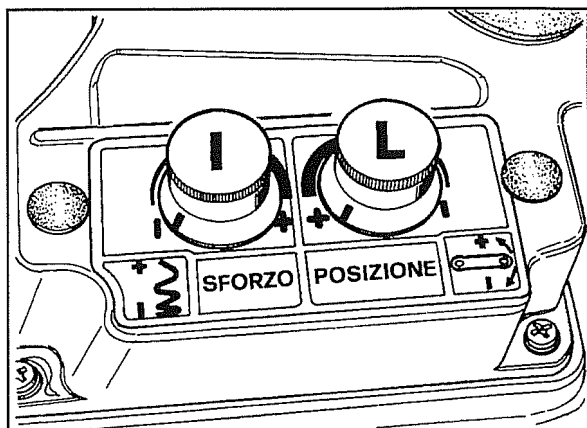

Fig. 51
- Independentemente das decalcomanias da fig.51 e 52, rodar os dois reóstatos **I-L** até ao fim de curso no sentido anti-horário.